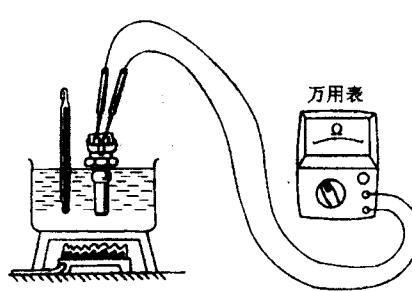

图 1-22 用电加热器升高水温检测传感器的电阻
② 单件检查如图 1-22 所示。逐渐升高水温的同时，用万用表 Ω 挡测量传感器两端子间的电阻，这时，冷却液温度与阻值之间的关系应符合表 1-4 所列的范围。如果超出规定值就应该换用新的水温传感器。